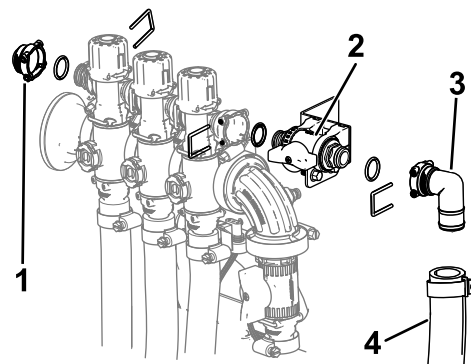

Bild 20
6. Befestigen Sie das Absperrventil mit dem zuvor entfernten O-Ring und der Halterung am Auslegerventil (**Bild 20**).
7. Montieren Sie die Kappe ($\frac{1}{2}$ "), die O-Ringe, das Anschlussstück und den Schlauch auf das Absperrventil, indem Sie die zuvor entfernten Halterungen verwenden, wie in **Bild 20** dargestellt.